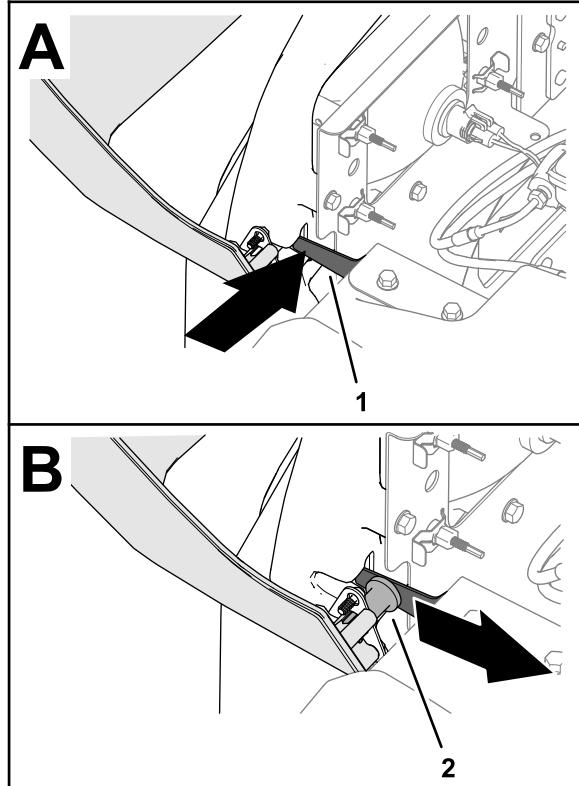

图 41
- 在支撑住机罩的同时向内推动枢轴闩锁并向后移动机罩直到机罩的柱销脱离闩锁图 41。